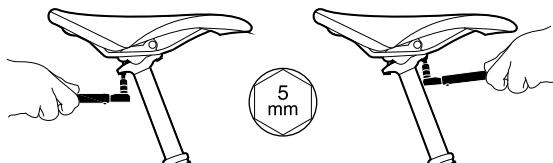

*Afbeelding 8. Het pasblok aandraaien/losmaken*
1. Zet de schroef van het zadel en de zadelpen los met een inbussleutel van 6 mm, zoals wordt weergegeven op *Afbeelding 8*. Zo krijg je voldoende spelting om het zadel makkelijk te kunnen bewegen.